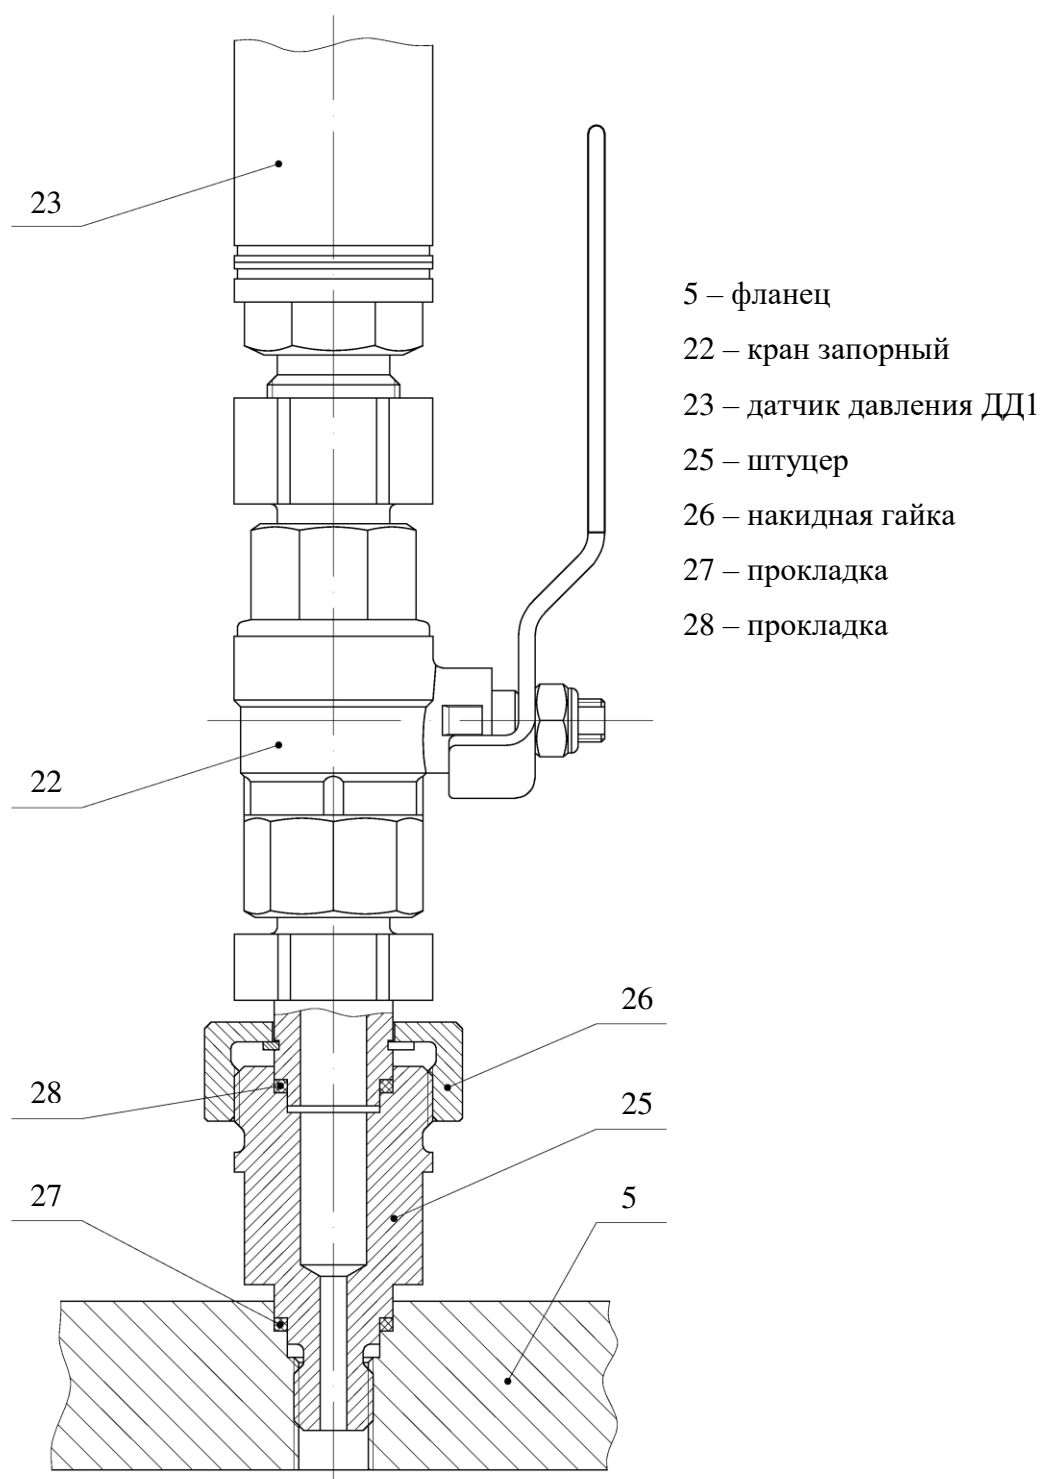

Рисунок 2.5 – Монтаж ДД1
- установить на фланец 5 (рисунок 2.5) в месте установки крана запорного 22 прокладку 27, входящую в комплект поставки и вернуть во фланец 5 штуцер 25;
5.1 Снять защитный чехол с датчика давления ДД1 23 (рисунок 2.5).